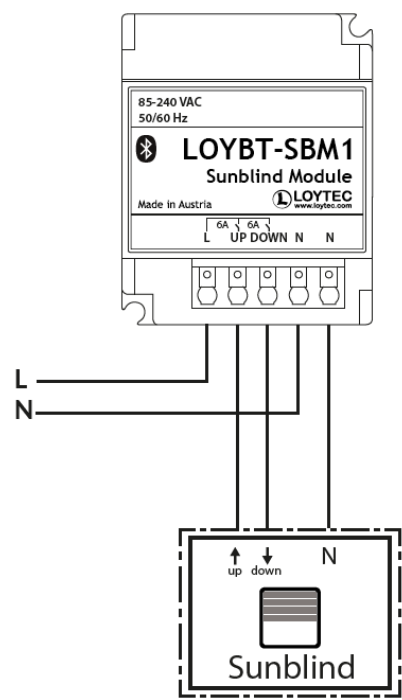

Abbildung 23: LOYBT-SBM1 Modul für die Ansteuerung eines einzelnen Jalousieantriebs.
Das LOYBT-SBM1 kann einen einzelnen Jalousieantrieb ansteuern, welcher durch Anlegen der Netzspannung an unterschiedlichen Eingängen für Auf- und Abfahren betrieben wird (Abbildung 23).
- Die korrekte Verdrahtung entnehmen Sie der Installationsanleitung oder Abbildung 23.